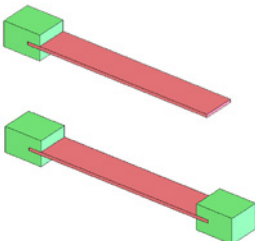

Figura 1: Una viga voladiza (parte superior) tiene una rigidez inferior que la misma viga soportada por ambos extremos (parte inferior).
3. Soporte de la pieza: Una viga con un soporte simple es menos rígida y se curvará más que la misma viga con soportes integrados, tal como se muestra en la Figura 1.